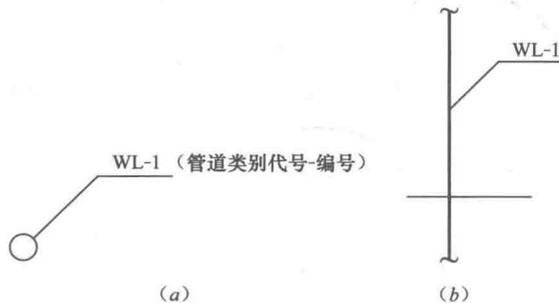

图 1-8 立管编号表示法
- (2) 建筑物内穿越楼层的立管, 其数量超过一根时, 应进行编号, 编号宜按照图 1-8 的方法表示。